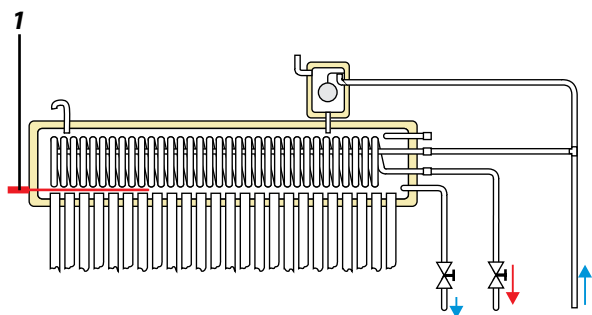

**fig. 4**
**3.3 Rezistența electrică:** pictograma de culoare roșie indică funcționarea rezistenței electrice de încălzire (1, fig. 4, 5). Rezistența electrică funcționează în intervalul orar stabilit între limitele de temperatură programate de către utilizator (0...50 °C respectiv 50...90 °C).
**3.4 Pompa de recirculare a serpentinei:** pictograma de culoare oranj indică funcționarea pompei de recirculare a serpentinei (2, fig. 4). Pompa de recirculare a serpentinei poate fi pornită sau oprită manual de la panoul de comandă al aparatului.